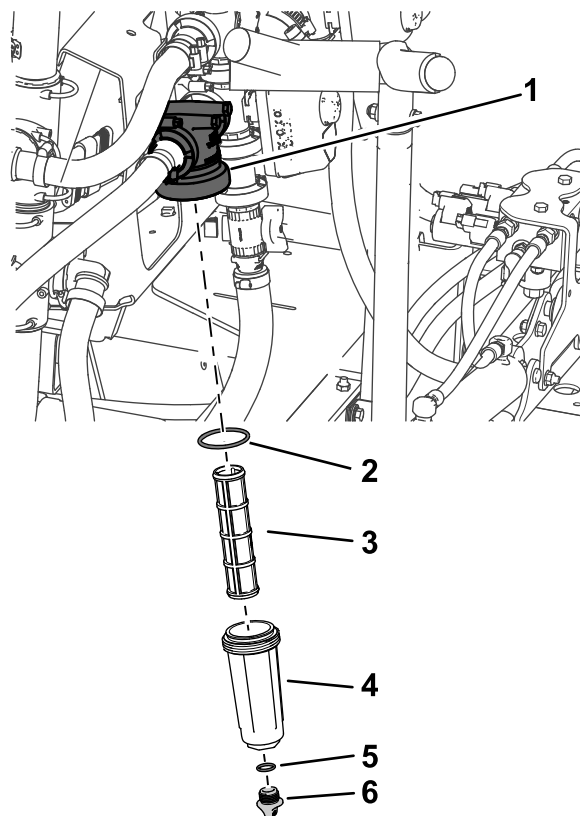

図 89
2. 圧力フィルタの下に受け容器をおく 図 89。
3. 圧力フィルタのボウルについているドレンキャップを左に回して外す 図 89。
4. ボウルを左に回してフィルタヘッドを外す 図 89。
5. 圧力フィルタエレメントを外す 図 89。
7. ドレンプラグのガasketボウルの内側とボウルのガasketフィルタヘッドの内側に傷や破損がないか点検する 図 89。
8. 圧力フィルタエレメントをフィルタヘッドに取り付ける 図 89。
9. フィルタヘッドにボウルを取り付けて手締めする 図 89。
10. ボウルの底部のフィッティングにドレンキャップを取り付けてキャップを手締めする 図 89。